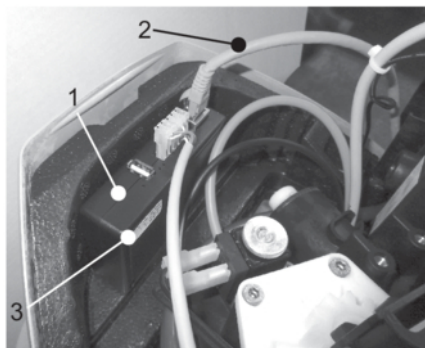

Abb. 15: Connectivity-Modul
3. LAN-Kabel in die LAN-Buchse des Connectivity-Moduls einstecken (siehe Abbildung 15).